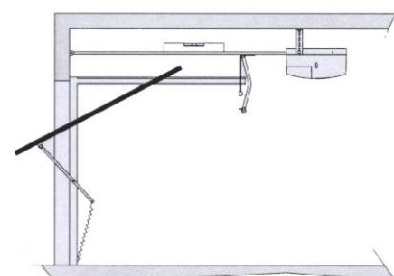
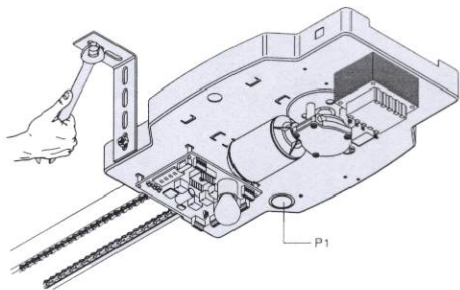

рис.12
рис.13
- Закрепите 2-ва перфорированных кронштейна к потолку, как показано на рис. 12. Проверьте линейность еще раз и закрепите кронштейн на монтажной пластине головы привода (рис. 13).